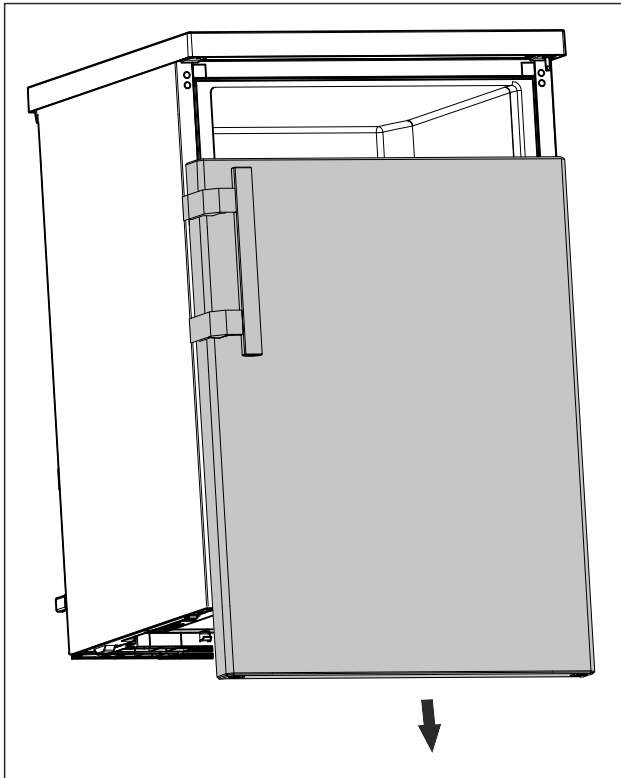

Fig. 16
- Fjern døren nedover. (se Fig. 16)